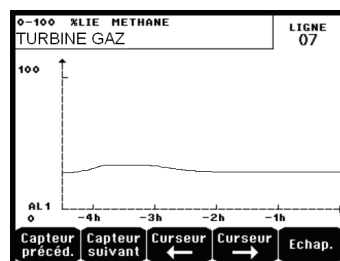

Figure 46 : exemple d'écran d'affichage de courbes.
- Courbe : affichage de la courbe des mesures des 4 dernières heures (Figure 46). Les touches Curseur → et Curseur ← permettent le déplacement sur l'échelle du temps. La ligne pointillée verticale affiche la concentration et l'horodatage du point considéré. Echap retour à l'affichage des valeurs.